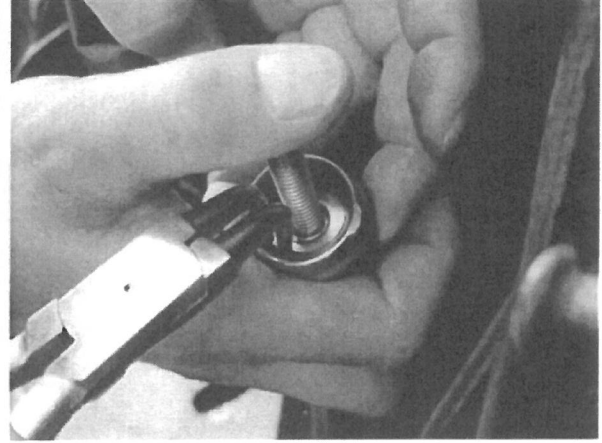

図 2
2. ノーマルのプッシュロッドを外します。マスターシリンダーを逆さにしてプッシュロッド側を上にしてプッシュロッドを上から押し込みながらスナップリングを外します(図2)。この状態から傾けたりプッシュロッドを上から押さえずスナップリングを外したりすると、中のピストンが飛び出します。飛び出した場合きれいに清掃して組み付け、作業終了後必ずエア抜きをしてください。